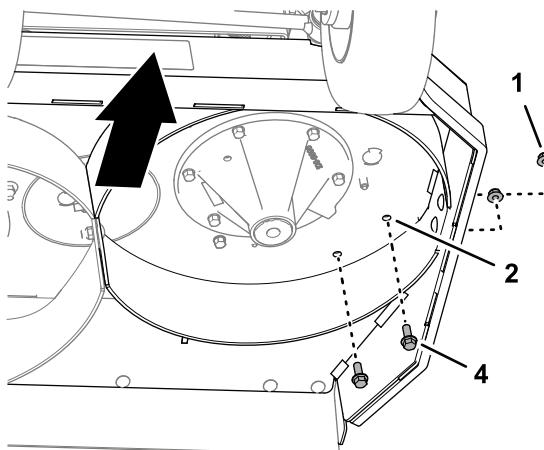

Figura 10
4. Instale 2 tornillos con arandela prensada ($\frac{3}{8}$ " x 1") en los taladros de 10 mm de la carcasa de corte (Figura 10) y sujeté los tornillos con las 2 contratueras con arandela prensada ($\frac{3}{8}$ ") que retiró en el paso 3.